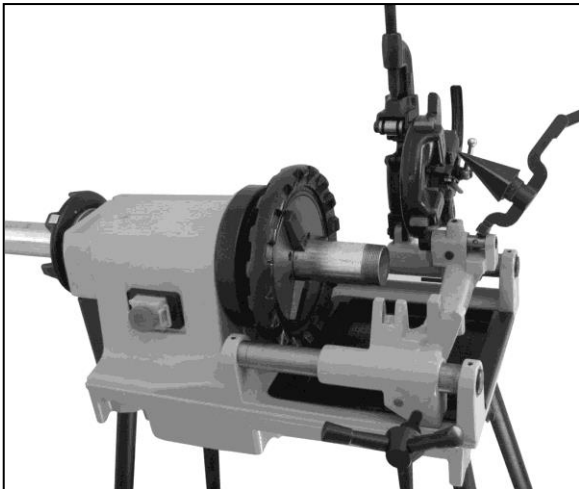

Рис. 1
3. Вставьте трубу в резьбонарезной станок так, чтобы конец, предназначенный для обработки, либо метка отреза трубы оказались на расстоянии 5 сантиметров от зажимов переднего зажимного патрона (Рис. 1).